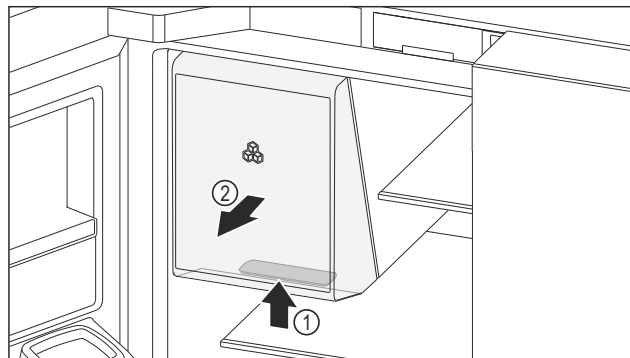

Fig. 183 Vađenje pretinca za led
- Primite ručku Fig. 183 (1) na dnu pretinca za led i istovremeno izvucite pretinac prema naprijed Fig. 183 (2).